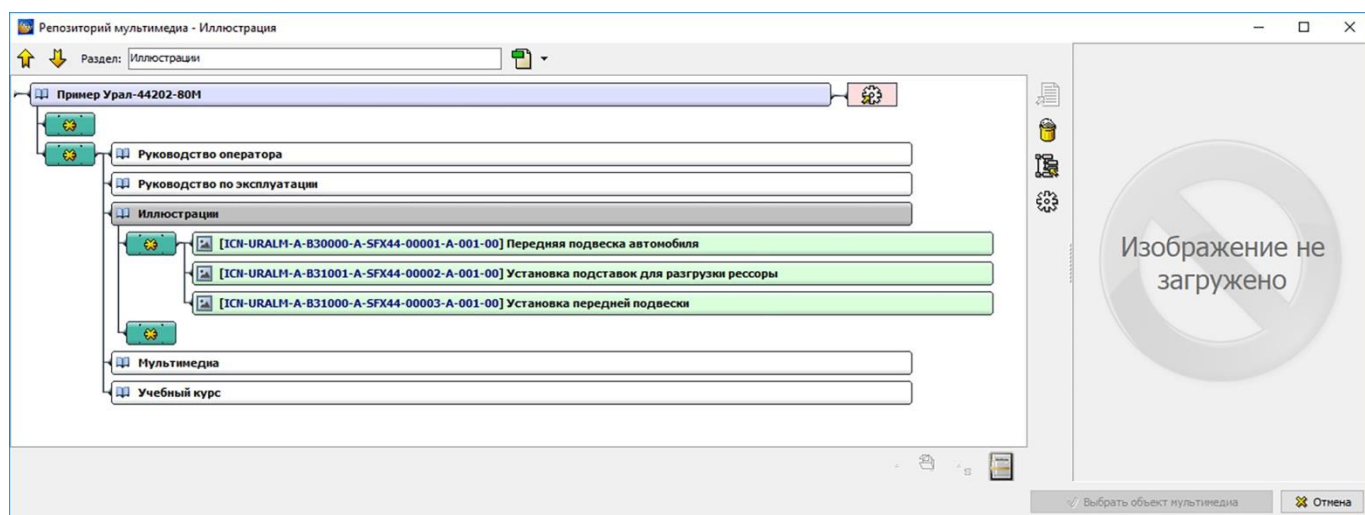

Рисунок 220
1) Выберите инструмент **Обновить данные из репозитория** на **Панели инструментов для листов**. После этого появится окно **Репозиторий мультимедиа – Иллюстрация** (рисунок 220).